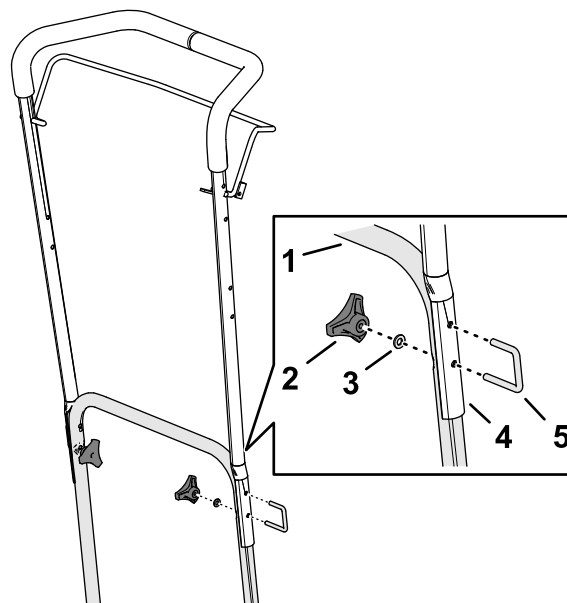

Рисунок 8
1. Совместите отверстия в верхней рукоятке с отверстиями в нижней рукоятке (Рисунок 8).